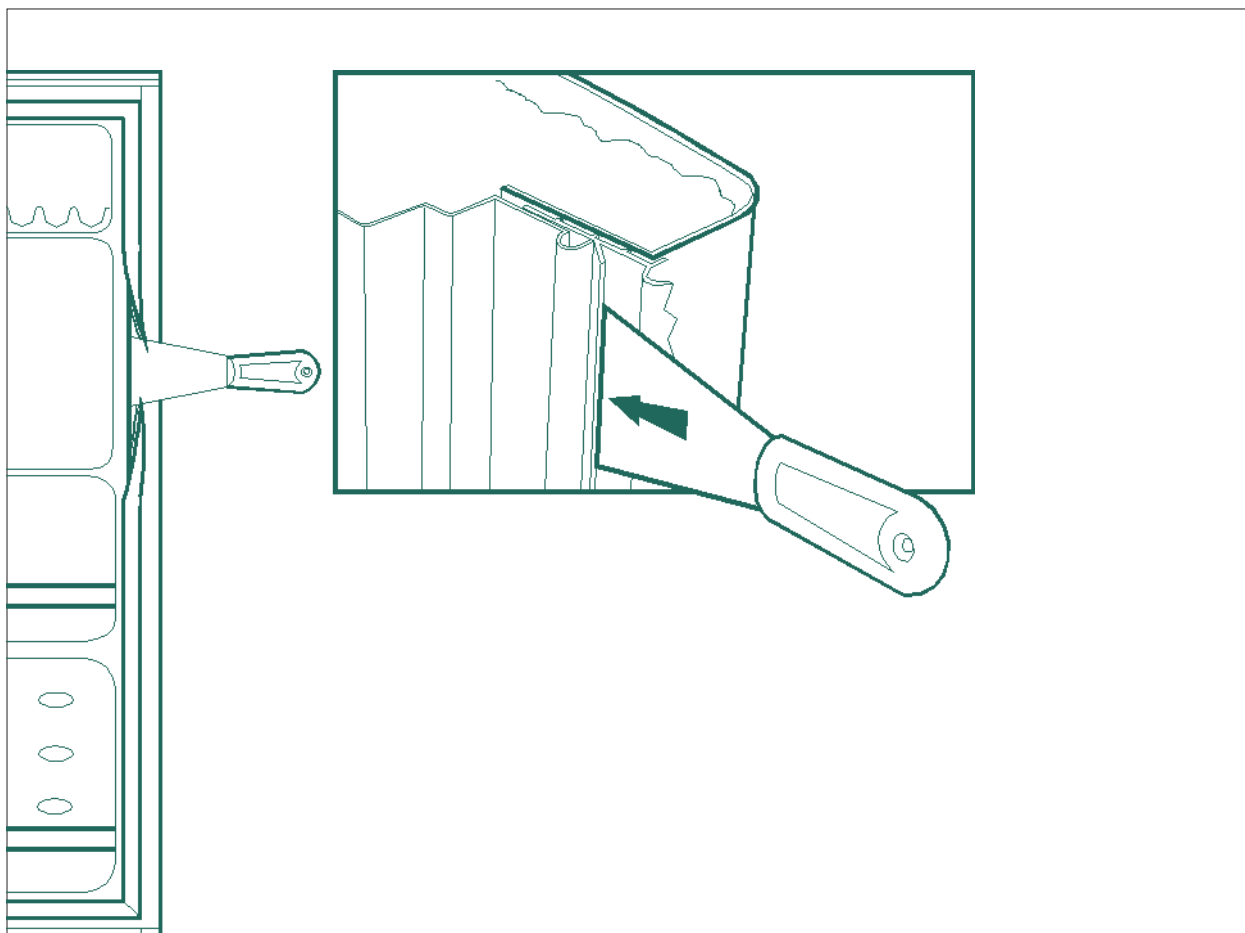

Fig.08
- d) Com a ajuda da Espátula Plástica, introduzir as "Abas" da Gaxeta sob o Pannel, até que a Trava existente encaixe no ressalto do mesmo. Neste momento, a Gaxeta estará em sua posição correta (veja fig.08).